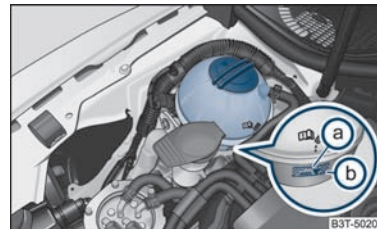

Abb. 187 Motorraum: Kühlmittel-Ausgleichbehälter
- Prüfen Sie den Kühlmittelstand am Kühlmittel-Ausgleichbehälter ⇒ Abb. 187. Der Kühlmittelstand muss bei kaltem Motor zwischen den Markierungen  (MIN) und  (MAX) liegen. Bei warmem Motor kann er auch etwas über der Markierung  (MAX) liegen.
- Legen Sie einen Lappen auf den Verschlussdeckel des Kühlmittel-Ausgleichbehälters ⇒ Abb. 187 und schrauben Sie den Deckel **vorsichtig** links herum ab ⇒ .
Füllen Sie das Kühlmittel nicht über die Marke  (max.) ⇒ Abb. 187! Überschüssiges Kühlmittel wird bei Erwärmung durch das Überdruckventil im Verschlussdeckel des Kühlmittel-Ausgleichbehälters aus dem Kühlsystem gedrückt.